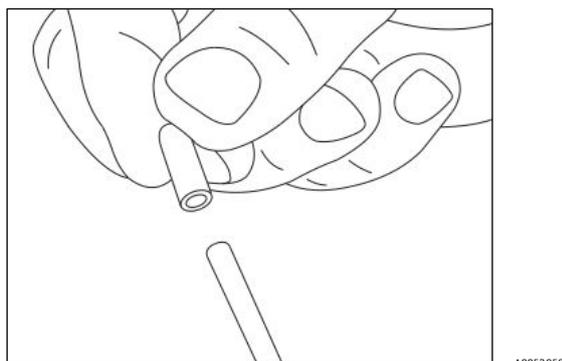

Figure 92. Retirer le capuchon de sécurité de la sonde (côté analyseur)
4. Retirer le capuchon de sécurité rouge de l'extrémité de la sonde (côté panneau). Voir la figure 92.